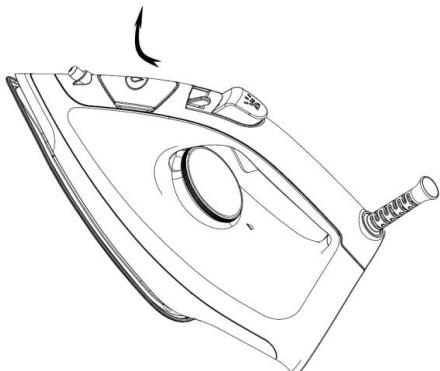
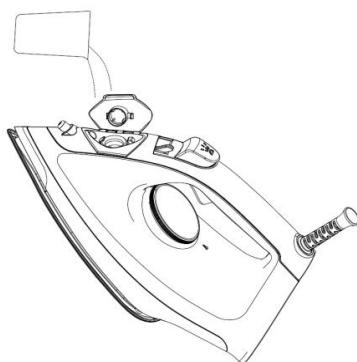

Fig.1
Fig.2
35. Aprire il coperchio di ingresso dell'acqua (vedere Fig.1) e inclinare il ferro di 30°. Versare una quantità adeguata di acqua nel serbatoio dell'acqua tramite un misurino (vedere Fig.2). È meglio usare acqua pura o acqua distillata con meno particelle di calcio e assicurarsi che l'acqua non superi la linea del livello massimo dell'acqua contrassegnata sul serbatoio dell'acqua. Premere il coperchio di ingresso dell'acqua per chiuderlo. Si sente un suono di "clic" se il coperchio di ingresso dell'acqua è ben chiuso in posizione.